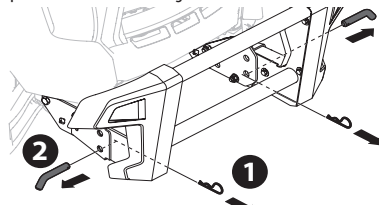

Figura 56
- Quite los dos pasadores de chaveta, y luego tire de los pasadores. Consulte la Figura 56.